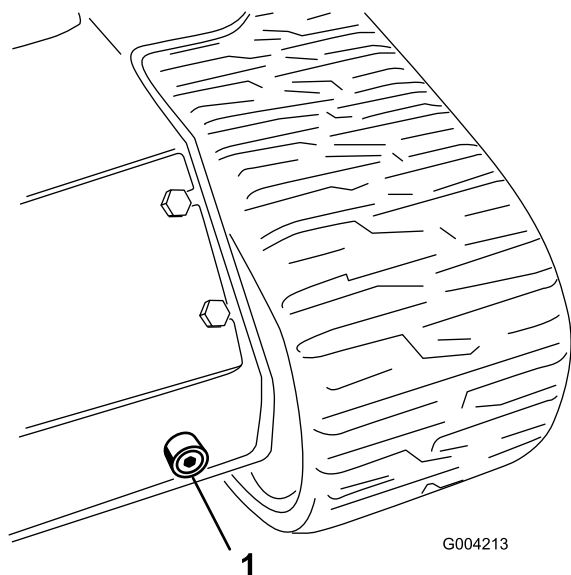

Figure 57
6. Placez un grand bac de vidange (d'au moins 15 gallons de capacité) sous le bouchon de vidange à l'avant de la machine (Figure 57).
7. Retirez le bouchon de vidange pour permettre à l'huile de s'écouler dans le bac de vidange (Figure 57).